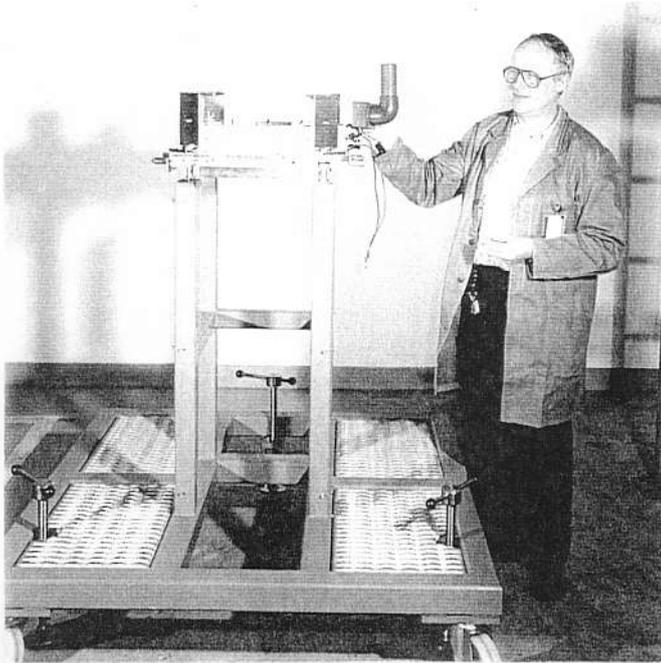

Abb.7. Betriebsgestell ohne Bleiabschirmung und Luftkühlung
- b) Demontieren Sie die Bleiabschirmung und die Luftkühlung (graues Kunststoffrohr) (Abb. 7.)